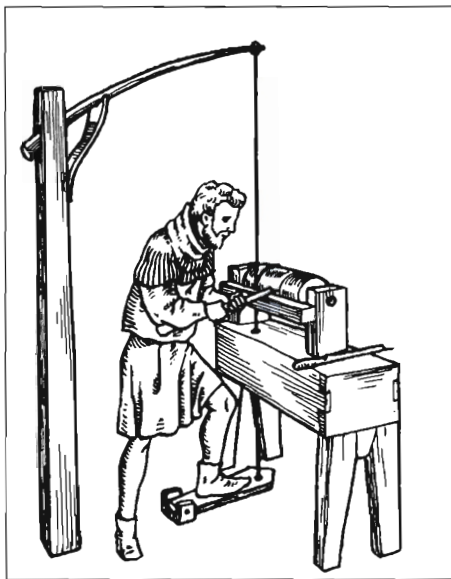

Рис. 108. Токарный станок в Средние века
*Токарные станки* предназначены для изготовления (точения) деревянных изделий, имеющих в поперечном сечении форму круга. Например, сделать деревянную цилиндрическую деталь хорошего качества (скалку или ручку для напильника) гораздо быстрее и точнее можно на токарном станке. Вручную такие детали сделать очень сложно. Различные конструкции токарных станков с ножным и ручным приводом применяли ещё в давние времена (рис. 108). На них вытачивали из древесины детали прялок, столов и стульев, посуду и многие другие изделия.